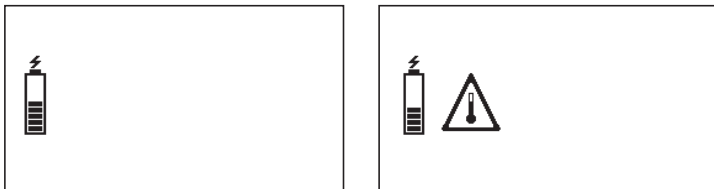

Abb. 11: Display während des Ladens
- Schließen Sie den Empfänger mittels **Netzgerät M4** oder **Kfz-Kabel M4** direkt an die Stromversorgung (230 V oder Bordnetzspannung) an. Auf dem Display wird der Ladevorgang angezeigt (Abb. 11).